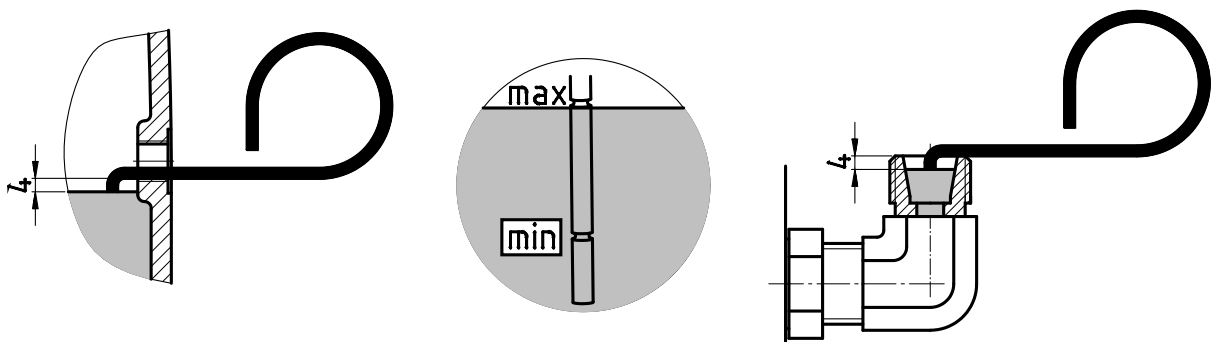

図 27: オイルレベルゲージによるオイルレベルの点検
1. 構造形状 M4 (V1 および V5) での標準ヘリカルギヤユニットは、オイルレベルの点検用に、図 27 (右図) に示された曲げパイプを有しています。この曲げパイプは、垂直上向きになっていなければなりません。オイルレベルの点検前にネジを緩めて加圧式エアベントを外します。
3. ギヤユニット内のオイルレベルを付属のオイルレベルゲージ (部品番号: 283 0050) で、図 27 (左右の図) に示されているように点検します。このとき、オイルレベルゲージのオイルに浸る部分を垂直に保持します。
オイルレベルは、オイルリザーバ内のディップスティック (ねじ山 G1¼) 付き止めネジを使って点検します。ディップスティックを完全にねじ込んだときに、オイルレベルが下マークと上マークの間になければなりません (図 27(中央の図))。このギヤユニットは、7.1 章 "構造形状と取付け位置" 章に示されている構造形状でのみ作動させてください。